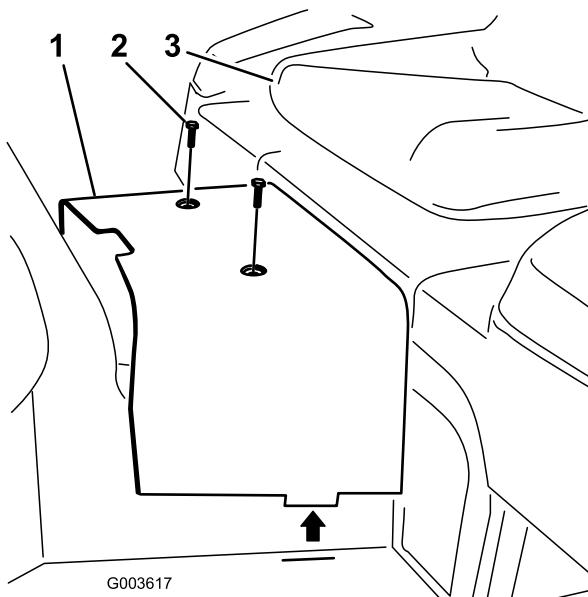

Рисунок 7
7. Выверните 2 винта крепления центрального кожуха к раме (Рисунок 7). Снимите и сохраните кожух.